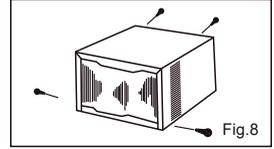

Fig.8
Algunos modelos tienen dos más tornillos en la parte de atrás del gabinete. (Fig.8)
- 7) Reinstale el soporte de retención del panel frontal con los tornillos de montaje (Fig.8,7,13)